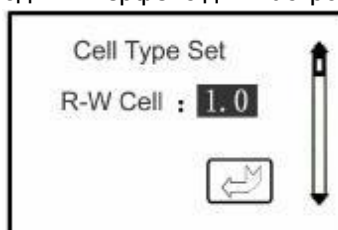

Рис. 12
- 10) **Electrode (электрод):** вход в интерфейс для настройки типа электрода (см. Рис. 12).